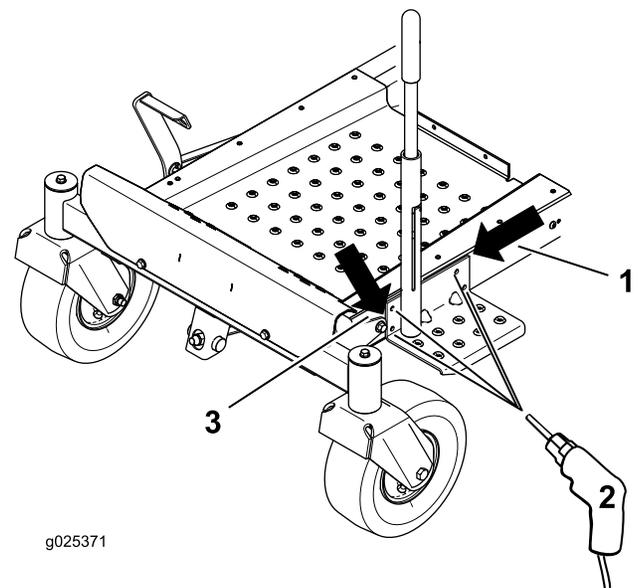

Figura 1
2. Posicione el asidero en el lado izquierdo del bastidor, enrasado con el borde superior del bastidor, y a 3 mm por detrás del soporte de la rueda giratoria (Figura 1).
4. Perfore 4 taladros de 8,7 mm de diámetro en el bastidor (Figura 1).